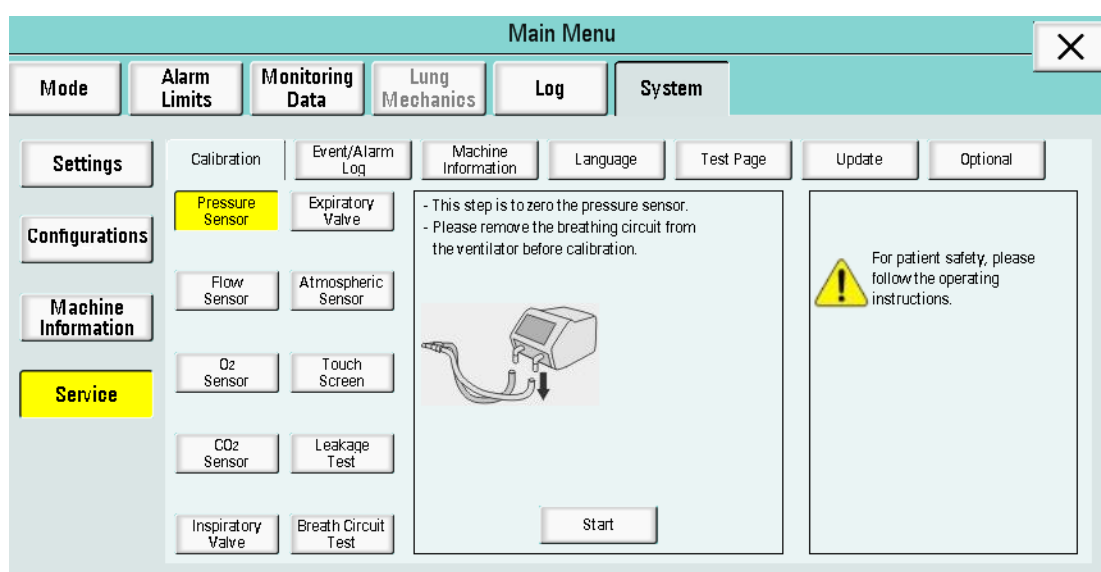

Figura 6-59
As opções de calibração incluem: Calibração do sensor de pressão, calibração do sensor de vazão, calibração do sensor de O₂, calibração do sensor de CO₂, calibração da válvula inspiratória, calibração da válvula expiratória, calibração do sensor atmosférico, calibração da tela sensível ao toque, teste de vazamento e teste do circuito respiratório, como mostra a Figura 6-59.
(1) Calibração do sensor de pressão: Clique em "Sensor de pressão" para entrar na interface de calibração. Uma mensagem é exibida: "Nesta etapa, é feito o processo de zerar o sensor de pressão. Remova o circuito respiratório do ventilador antes da calibração." Uma legenda é exibida também, como mostra a Figura 6-59.